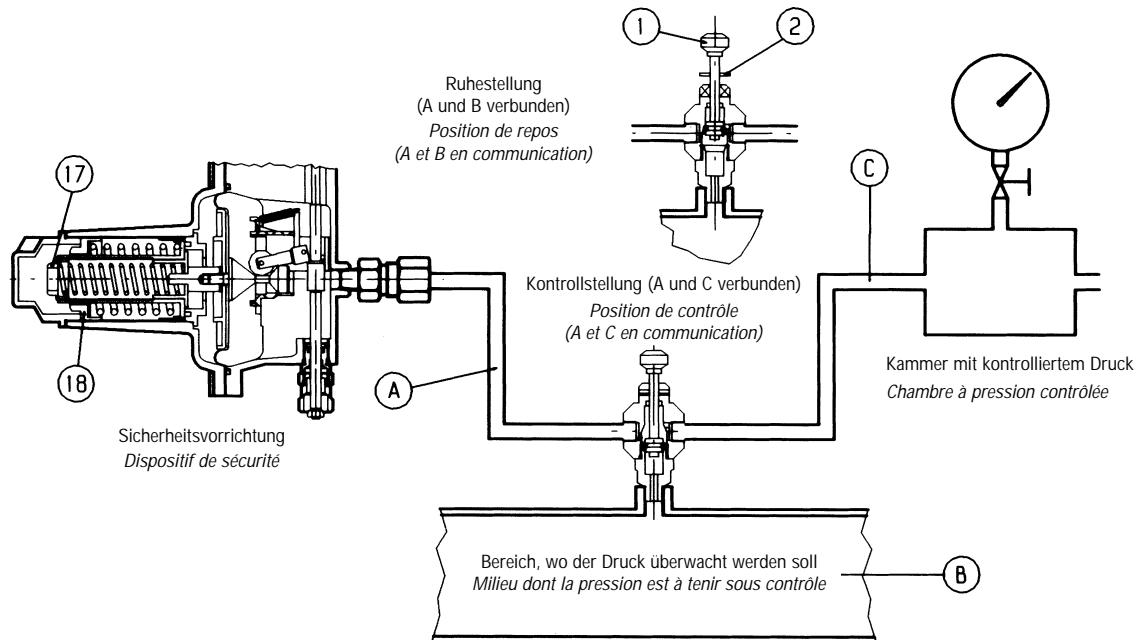

Fig. 14
### 6.1 INBETRIEBNAHME DES REGLERS MIT INTEGRIERTEM SICHERHEITSABSPERRVENTIL L/.. (ABB. 14)
A) Bei Sicherheitsabsperrventilen, die durch das 3-Wege-Ventil "Push" 11 mit der Ausgangsdruckleitung verbunden sind, ist folgendermaßen vorzugehen (Abb. 14):
### 6.1 DÉTENDEUR AVEC VANNE DE SÉCURITÉ L/.. INCORPORÉE (FIG. 14)
A) Pour les vannes de sécurité branchées à la tuyauterie en aval par l'intermédiaire de la vanne de déviation à trois voies "push" 11, procéder de la façon suivante (fig. 14):
- A) Bei Sicherheitsabsperrventilen, die durch das 3-Wege-Ventil "Push" 11 mit der Ausgangsdruckleitung verbunden sind, ist folgendermaßen vorzugehen (Abb. 14):
- A) Pour les dispositifs de sécurité reliés au tuyau en aval par la vanne déviateuse à trois voies "push" 11, procéder de la façon suivante (Fig. 14):